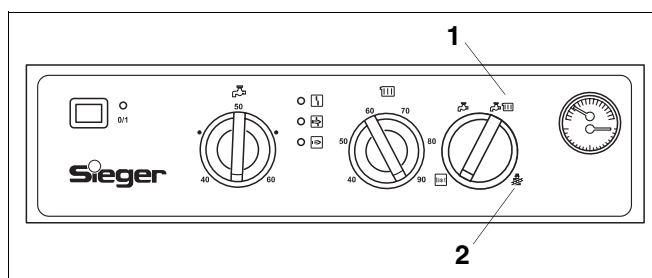

Abb. 21 Bedienebene
- Betriebsartenwahlschalter in Stellung   (Abb. 21, Pos. 1) schalten.